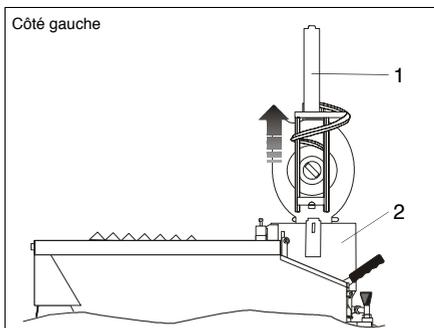

FIG.9 (Extraction du mélangeur)
- 1) Extraire le mélangeur (FIG. 9 - Réf. 1) depuis la chambre de mélange (FIG. 9 - Réf. 2);